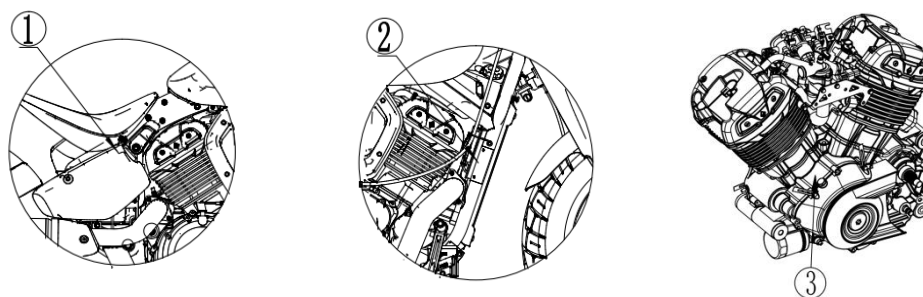

Рис. 1
1.2. Расположение номера (Рис.1)
①. Номер рамы мотоцикла (VIN): находится под сидением водителя на поперечине рамы.
②. Заводская табличка: находится на передней части справа рамы (на правой стороне передней трубы).
③. Номер двигателя: находится непосредственно над правой стороной кожуха двигателя.